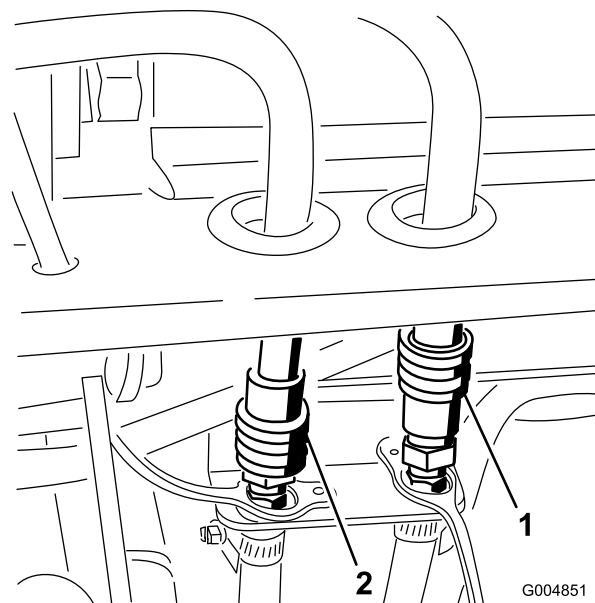

Figura 35
26. Conecte las mangueras de presión y de retorno de la cabina a los acoplamientos rápidos del soporte del bastidor trasero (Figura 35).